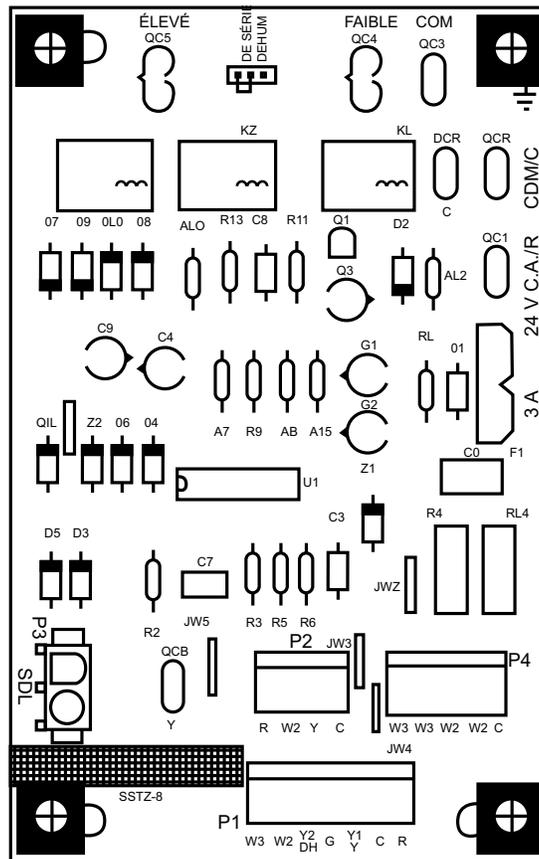

Figure 19 – Carte interface du ventilateur (IFB)
La vitesse de mode de refroidissement correspond au marquage LOW (basse) sur la carte interface (IFB) (consultez la Figure 19). Les réglages d'usine sont indiqués dans le Tableau 4. Il y a jusqu'à quatre prises de vitesse supplémentaires disponibles en mode de chauffage électrique ou de refroidissement (consultez le Tableau 3 pour les codes de couleurs des fils du moteur de ventilateur intérieur). Les quatre fils de vitesse supplémentaires ne sont pas raccordés et sont isolés par des capuchons de vinyle. Ils sont situés dans le boîtier de commande, près de la carte interface du ventilateur (IFB). (Consultez la Figure 19.)
2. Débranchez le fil de régime existant de la borne LOW (basse) sur la carte interface (IFB) (consultez la Figure 19) et placez le capuchon de vinyle sur le connecteur du fil.
1. Déplacez le cavalier à deux broches DEHUM (déshumidification) de la position STD (standard) à la position DEHUM (consultez la Figure 19).
2. Débranchez le fil de régime du ventilateur de la borne LOW (basse) sur la carte interface du ventilateur (IFB) (consultez la Figure 19).
1. Déplacez le cavalier à deux broches DEHUM situé sur la carte de commande (consultez la Figure 19) de la position STD (standard) à la position DEHUM (déshumidification).
Lorsque la fonction DEHUM (déshumidification) n'est pas utilisée, le régime continu du ventilateur est le même que celui de refroidissement. Lorsque la fonction DEHUM (déshumidification) est utilisée, le régime continu du ventilateur fonctionne à LOW (bas) sur la carte interface lorsque le fil de commande DH n'est pas alimenté, ou fonctionne à HIGH (élevé) sur la carte interface lorsque le fil de commande DH est alimenté (consultez la Figure 19).